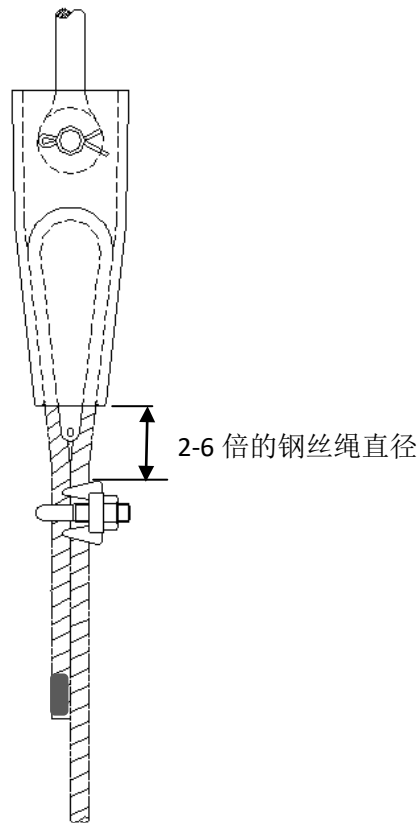
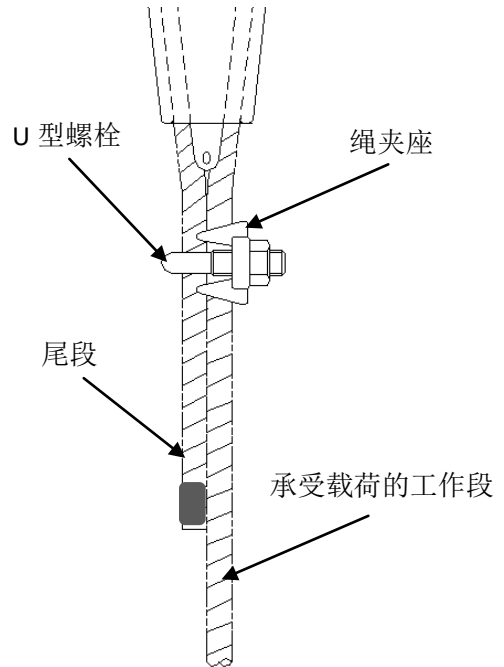

图4 钢丝绳夹的固定位置
图5 钢丝绳夹的固定方向
- g) 对已受载荷的钢丝绳，在调整绳头组合高度前，宜在离楔套前端 2~6 倍钢丝绳公称直径的位置使用钢丝绳夹进行固定，见图 4；当采用 GB/T 5976-2006 规定的钢丝绳夹时，应选用与钢丝绳直径相匹配的绳夹型号，绳夹座应扣在钢丝绳的工作段上，U 形螺栓应扣在钢丝绳的尾段上，见图 5；当采用其它形式的钢丝绳夹时，绳夹的安装方法应符合电梯制造单位提供的安装指导文件。